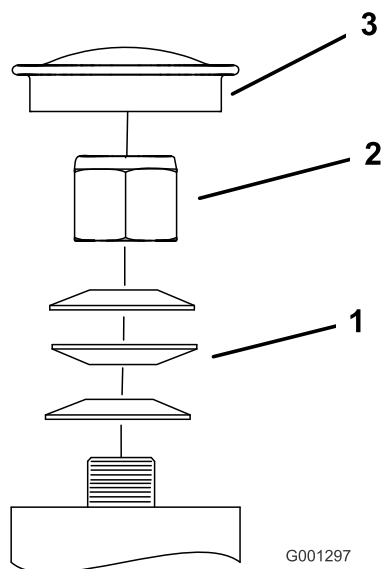

Figure 62
3. Retirez le capuchon antipoussière de la roue pivotante et serrez le contre-écrou (Figure 62).
4. Continuez de serrer le contre-écrou jusqu'à ce que les rondelles élastiques soient aplaties, puis desserrez-le de 1/4 de tour pour obtenir la précharge correcte des roulements (Figure 62).
**Important:** Veillez à placer les rondelles élastiques comme illustré à la Figure 62.
- Remettez le capuchon antipoussière en place (Figure 62).